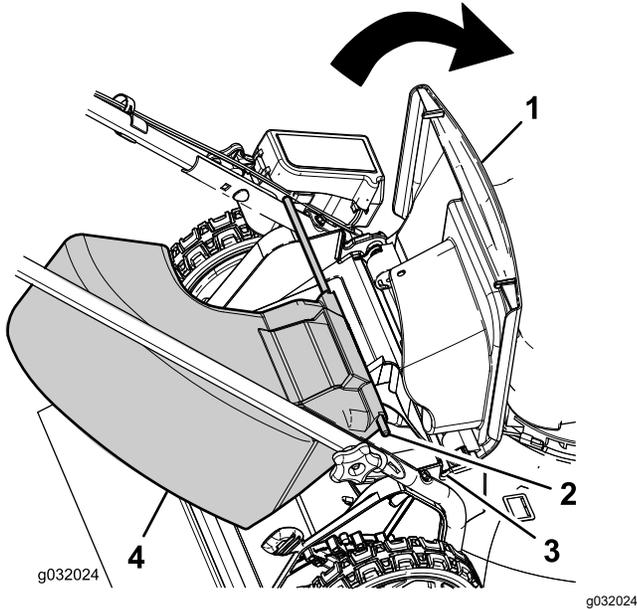

Bild 14
1. Heben Sie das hintere Ablenkblech an (Bild 14).
2. Setzen Sie die Stangenenden des Seitenauswurfkanals in die Kerben an den Holmhalterungen (Bild 14).